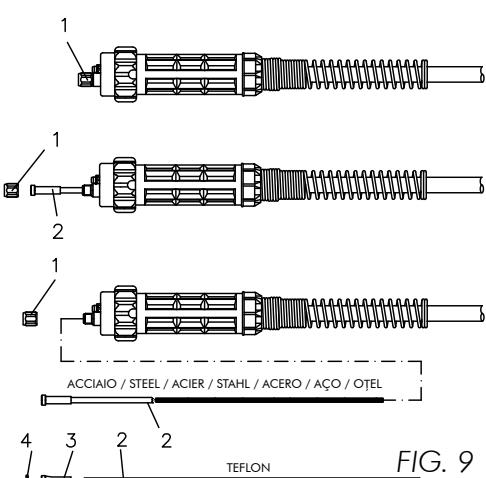

FIG. 9
- Ouvrir le panneau latéral. Desserrez et abaisser le bouton en plastique (A) et relâcher le levier presse-fil (B) (Fig.9). Couper le fil (s'il est déjà monté) en le tenant toujours serré avec des pinces de façon à ce qu'il ne se déroule pas et le lier sur le trou spécifique de la bobine. Dévisser la buse, enlever la pointe de la torche et avec une paire de pinces extraire le fil de la gaine.
En cas de raccord Euro (Fig.9) :